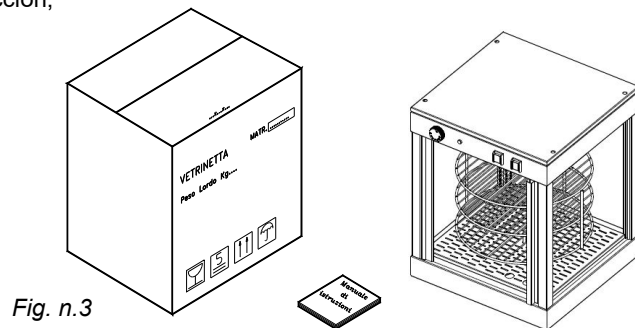

Fig. n.3
3.1 - ENVÍO DE LA VITRINA (Fig. n. 3)